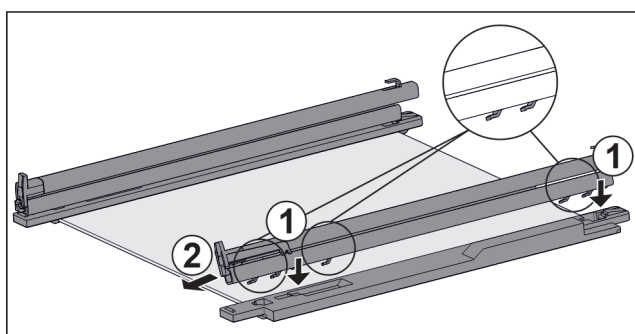

Fig. 38 Ripiano in vetro con guide e fermi
- Inserire il gancio della guida sulle aperture del **gancio** sinistro. Fig. 38 (1)
- Tirare la guida in avanti. Fig. 38 (2)
- Inserire il gancio della guida nelle aperture del **gancio** destro. Fig. 38 (1)